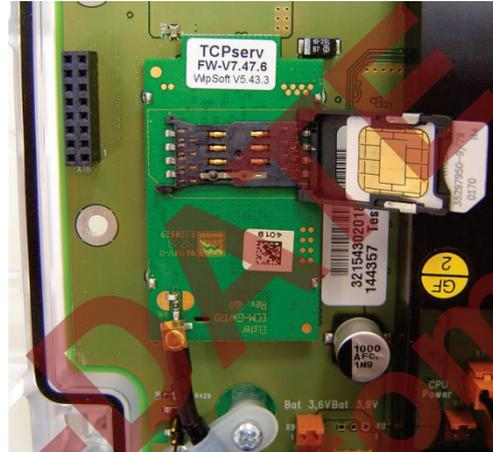

Abb. 9: eingelegte SIM-Karte
- Schieben Sie die SIM-Karte so in das Kartenfach (in den Deckel) ein, dass die vergoldeten Kontakte bei geschlossenem Fach nach unten zeigen und die abgeschrägte Ecke auf der geöffneten Seite des Deckels bleibt (⇒ Abb. 9).